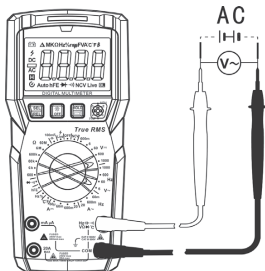

Рис. 4 Измерение напряжения переменного тока
7.2 Измерение напряжения переменного тока (см. рис. 4)